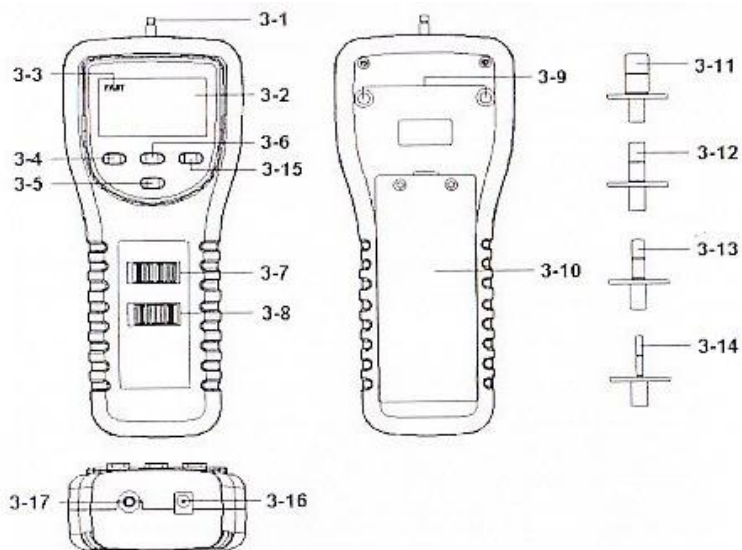

Fig. 1
O durômetro para frutas é um instrumento preciso e os melhores resultados são obtidos quando o medidor é instalado em uma base de teste. Os furos de montagem (3.9, Fig. 1) são encontrados na parte traseira do indicador, para fácil montagem na base.
- 2) Retire a tampa do compartimento de pilhas (3.10, Fig 1), com a ajuda de uma chave Phillips e remova as pilhas esgotadas.
O instrumento apresenta uma saída RS232 via terminal de 3,5 mm (3.17, Fig. 1).
- 1) Deslize o botão "Power Off/On/Peak Hold" (liga/desliga/pico) (3.8, Fig. 1) para a posição "On" (liga).
- 2) Selecione a unidade de exibição (quilos, Newton ou libras) selecionando com o botão "kg/Newton/LB" (3.7, Fig. 1).
- 3) Conecte o Sensor (3.1, Fig. 1) o adaptador apropriado (3.11 a 3.14, Fig. 1), sendo que o objeto a ser medido deve estar em linha reta.
- 4) Faça o ajuste de zero pressionando o botão de zero (3.6, Fig. 1) antes de cada medição.
- Durante a medição, se for preciso mudar o sentido de exibição, basta apertar o botão "Reverse" (Inversão) (3.5, Fig. 1) uma vez.
- Existem dois tipos de amostragem de tempo de exibição, FAST (Rápido) e SLOW (Lento). Aperte o "FAST/SLOW" uma vez (3.4, Fig. 1). Se o canto superior esquerdo do mostrador de LCD exibir "FAST" (Rápido) (3.3, Fig. 1), então a leitura do mostrador está operando em modo de amostragem rápida.
- Se o canto superior esquerdo do mostrador de LCD não exibir "FAST" (Rápido) (3.3, Fig. 1), então a leitura do mostrador está operando em modo de amostragem lenta.
O medidor pode medir o valor de pico de força tanto de esforço e compressão. Os procedimentos de operação para medição de pico são os mesmos acima em "4.2 Teste Simples", mas o botão Off/On/Peak Hold (liga/desliga/pico) (3.8, Fig. 1) deve ser posto na posição "PEAK H".
Deslize o botão "Power Off/On/ Peak Hold" (liga/desliga/pico) (3.8, Fig. 1) para a posição "On" (liga) para calcular a função de retenção de pico.
Durante a medição, pressione e segure (por mais de 2 segundos) o botão " * " (3.15, Fig. 1) até que a iluminação de fundo do LCD acenda. Após alguns segundos desligará automaticamente.